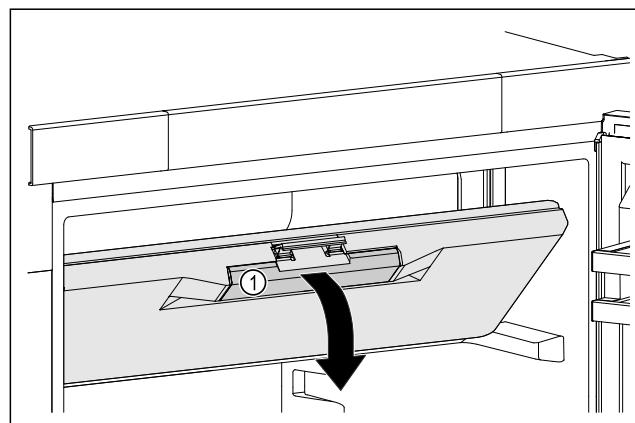

Fig. 46
- ▶ Sujete la puerta del compartimento congelador en la empuñadura empotrada *Fig. 46 (1)*.